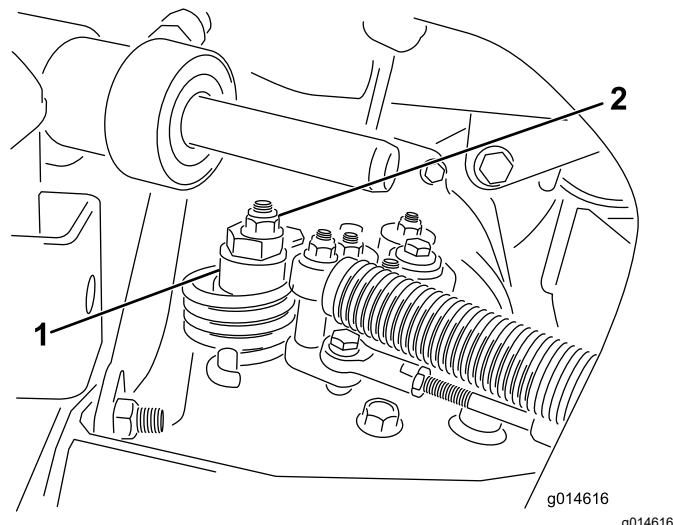

Figure 42
A. Desserrez l'écrou de fixation de l'excentrique en haut de l'hydrostat (Figure 42).
C. Tournez l'excentrique jusqu'à ce que la roue ne tourne plus dans aucune direction. Lorsque la roue s'arrête de tourner, serrez l'écrou pour bloquer l'excentrique et le réglage (Figure 42). Vérifiez le réglage avec la commande d'accélérateur à la position BAS RÉGIME, puis HAUT RÉGIME.